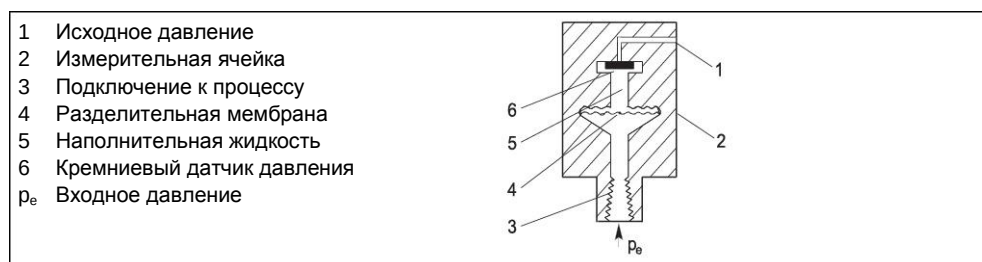

Рис. 6 Измерительная ячейка для давления, функциональная схема
Давление p_e подается через подключение к процессу (№ 3 на рис. 6, стр. 18) измерительной ячейки (2). Далее оно передается через разделительную мембрану (4) и наполнительную жидкость (5) на кремниевый датчик (6), в результате чего измерительная диафрагма последнего прогибается. Кроме того, изменяется сопротивление четырех пьезорезисторов в мостовой схеме, легированной в измерительную диафрагму. При изменении сопротивления на выходе мостовой схемы создается напряжение, пропорциональное входному давлению.